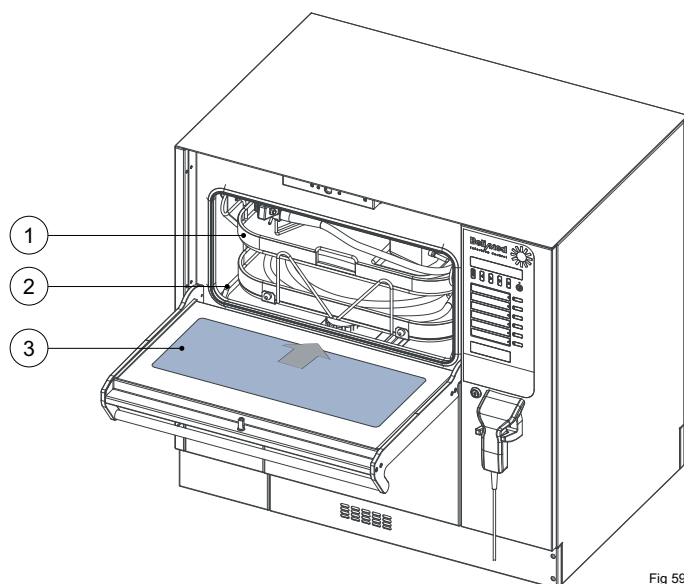

Fig 590
- ▶ Beladenen Endowagen in die Waschkammer schieben (Fig. 590)